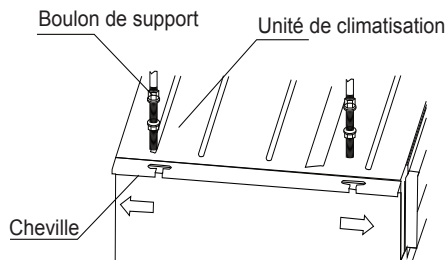

Figure 27 – Boulon de support
2. Installez le support d'accrochage dans le module intérieur (consultez la figure 27).